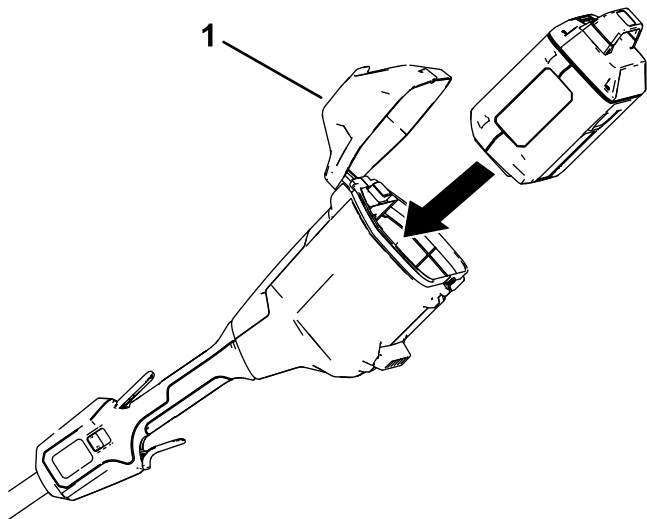

Figura 11
2. Abra la tapa de la batería (Figura 11).
3. Alinee el hueco de la batería con la lengüeta del compartimento de la batería (Figura 11).
4. Introduzca la batería en el compartimento de la batería hasta que la batería encaje en el cierre (Figura 11).